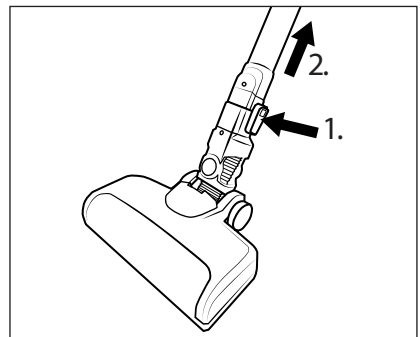

Fig. 12
- ◆ Pour retirer la brosse de sol ㉙ du tube d'aspiration ㉗, maintenez la touche de déverrouillage de la brosse de sol ㉚ enfoncée et retirez le tube d'aspiration ㉗ de la brosse de sol ㉙ (voir fig. 12).